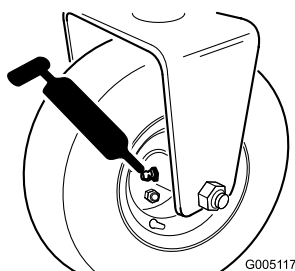

Figura 24
- Cojinete de la rueda trasera (1) (Figura 24)